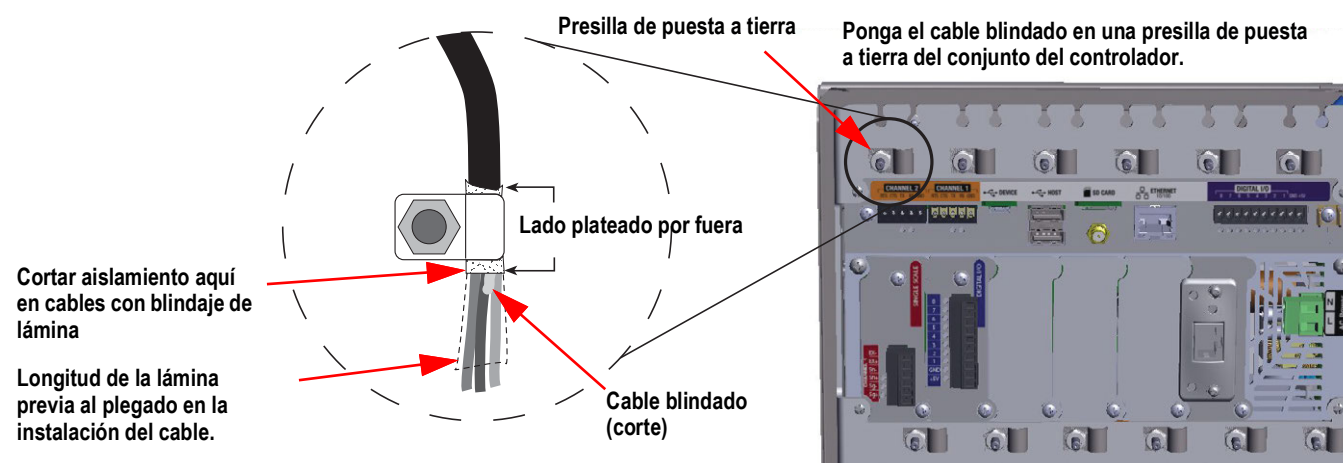

Figura 2-28. Abrazadera a tierra y perno del 1280 mostrados en el montaje del panel
3. Corte y doble el cable de blindaje y el aislamiento de lámina como en la Figura 2-28.